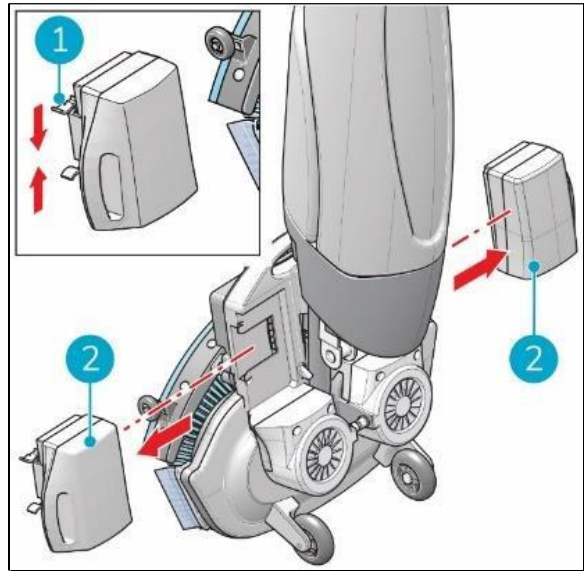

Figura 21
3. Presione los dos pasadores de plástico hacia dentro (figura 21, punto 1) y extraiga cada pila (figura 21, punto 2).